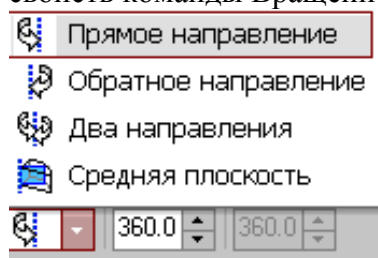

Рис.68 Выбор направления вращения
6. Выберем Прямое направление вращения из списка Направление на панели свойств (рис.68).